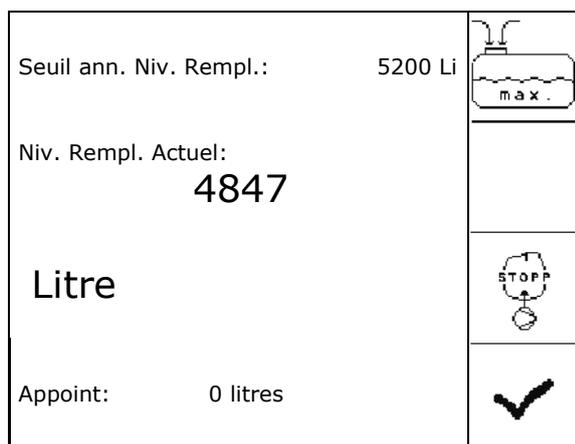

Fig. 69
1.  Accédez au menu Remplissage (Fig. 69).